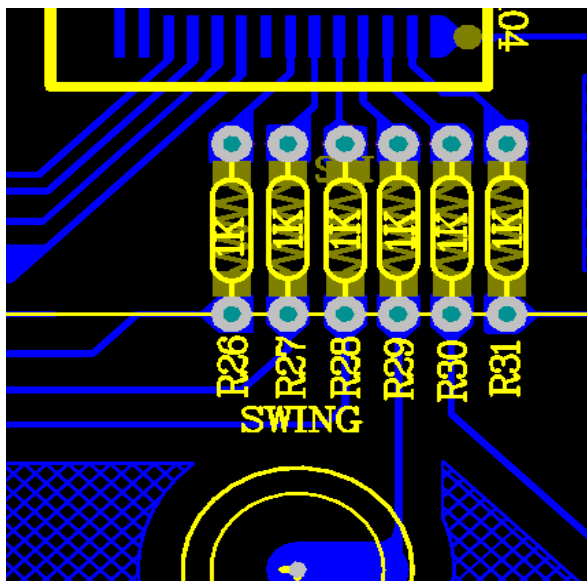

图 7
- 2) 匹配电阻建议使用 1K~2K 的电阻且尽量靠近芯片摆放。若使用更大的电阻，能增强对外的辐射干扰，但同时会导致触摸按键的灵敏度降低。如图 7 所示：